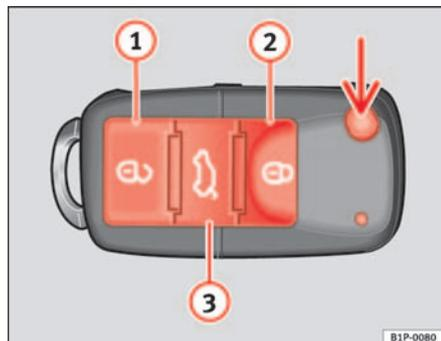

Fig. 64 Teclas de la llave con mando a distancia
Con la tecla ⇒ fig. 64 (flecha) del mando, se desbloquea el paletón de la llave.
Desbloqueo del vehículo ⇒ fig. 64 ①.
Bloqueo del vehículo ⇒ fig. 64 ②
Desbloqueo del portón trasero. Pulse la tecla ⇒ fig. 64 ③ hasta que todos los intermitentes del vehículo parpadeen brevemente. Al pulsar la tecla de desbloqueo ③, dispone de 2 minutos para abrir el portón. Una vez transcurrido este tiempo se bloqueará de nuevo.
Además, el testigo de la pila de la llave ⇒ fig. 64, parpadea.
Pulsando una vez la tecla ⇒ fig. 64 ①, se abrirá sólo la puerta del conductor, permaneciendo el resto cerradas.
Pulsando dos veces la tecla  ⇒ página 106, fig. 64 , se desbloquearán todas las puertas.
⇒ página 106, fig. 64 desde la cerradura de la puerta del conductor.